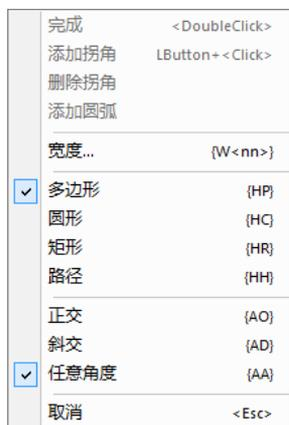

图 5-8 绘图快捷菜单
(1) 执行“设置”“显示颜色”命令，设置背景颜色为 White (白色)，其他图元和文本为深颜色 (不限颜色种类，可以根据设计人员的爱好设置)。编辑器颜色的设置可以参考 2.5 节。
(2) 单击标准工具栏中的图标按钮, 打开编辑图形工具栏。
(3) 在编辑图形工具栏中单击二维 (2D) 线绘图工具图标按钮。
(4) 单击鼠标右键，在弹出的快捷菜单中选择“多边形”和“任意角度”绘图方式，如图 5-8 所示。如果想绘制圆或正方形，可以选择“圆形”或“矩形”命令。如果想绘制简单线段，则可以选择“路径”命令。